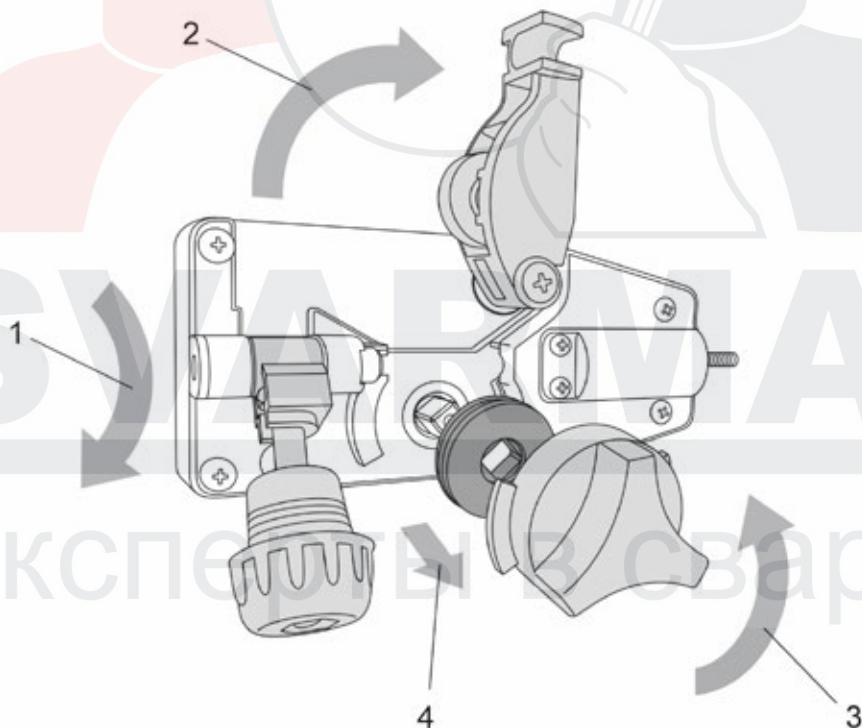

Рис. 8.5.1. Открытие механизма подачи проволоки.
1. Для открытия механизма подачи проволоки потяните на себя механизм прижима, потяните вверх прижимной ролик (См. рис. 8.5.1).
3. Установите необходимую канавку в зависимости от диаметра сварочной проволоки и закрепите ролик фиксатором (См. рис. 8.5.1).